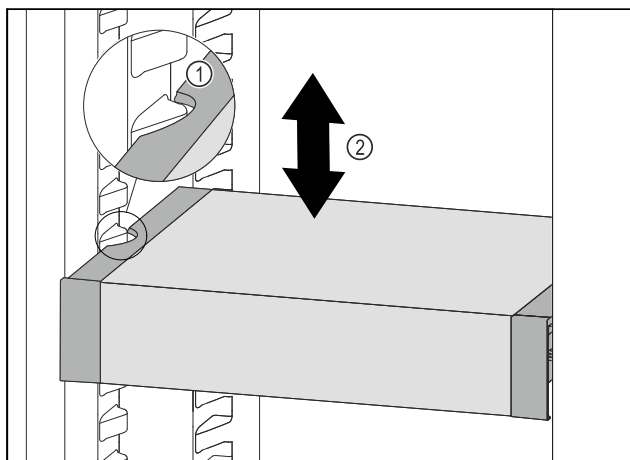

Fig. 98
- ▶ Изтеглете VarioSafe напред, докато страничните прорези на VarioSafe се намират на височината на ребро на съда в хладилната част. Fig. 98 (1)
- ▶ Преместете VarioSafe нагоре или надолу в хладилната част, докато се достигне желаната височина. Fig. 98 (2)